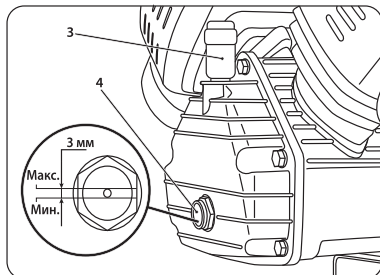

рис. 6
Открутите пробку картера (3) (рис. 6) и заправьте масло до максимального уровня (до красной отметки) в смотровом окне (4) (рис. 6).
Категорически не рекомендуется смешивать масла разных типов. После заправки масла установите сапун (3) (рис. 6).